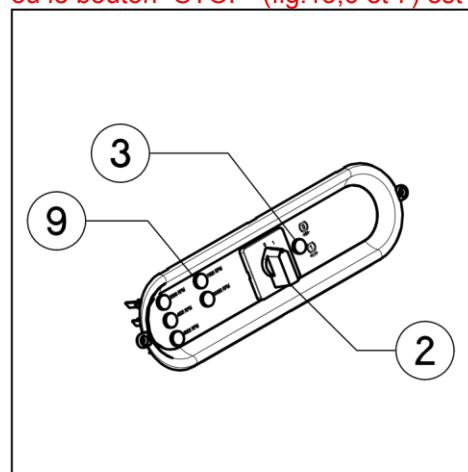
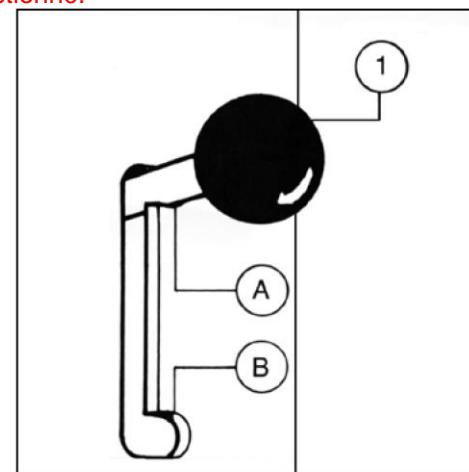
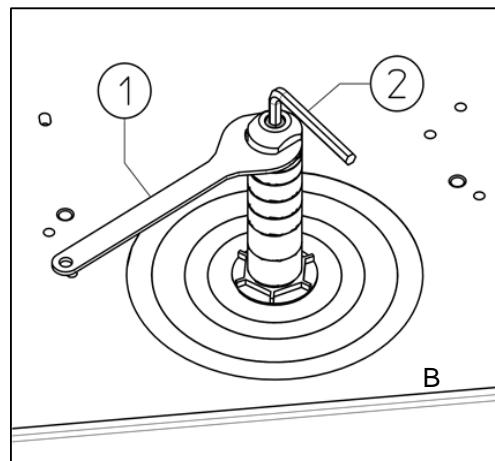

Fig.15
Fig.16
Fig.28
Il est également impossible de faire démarrer la machine quand le blocage de l'arbre (voir fig.16) est engagé. L'affichage des vitesses s'effectue par les voyants lumineux (fig 7.9)
- Mettre l'interrupteur de défreinage (fig.15,2) dans la position "1" afin de libérer l'arbre toupie du moteur-frein.
- Ensuite pousser la poignée (fig.16,1) vers le bas afin de l'introduire dans la gorge d'arrêt située sur la bâti (B).
- Pour remettre la machine en état de démarrage, veillez à ce que le verrou se trouve dans la position haute (fig.16,A) et que l'interrupteur de défreinage se trouve dans la position "0" (fig.15,2).
La machine est équipée d'un moteur-frein qui s'entraîne automatiquement du moment que l'arrêt d'urgence ou le bouton "STOP" (fig.15,6 et 7) est actionné.
La mise en place des arbres interchangeables doit s'effectuer en propreté et avec les plus grands soins. Il est indispensable de nettoyer les arbres et le cône avec un chiffon propre et de les huiler légèrement avant de les mettre en place. Le changement se fait de manière suivante : afin de pouvoir tourner l'arbre à la main pour le faire enclencher dans le verrou de l'arbre, mettre l'interrupteur 2 (fig.15) dans la position "1" et mettre la poignée (1) (fig.28) dans la position "B", ensuite tourner l'arbre à la main pour le faire enclencher dans son verrou.
Il est indispensable d'attendre l'arrêt complet de l'arbre porte-outils avant d'enclencher le levier de verrouillage (fig. 28). Dans la position A l'arbre est libre, dans la position B l'arbre est verrouillé.
Avant de démarrer la machine, mettre l'interrupteur de défreinage (2) (fig.15) dans la position "0", mettre la poignée (fig.16,1) dans la position "A" et s'assurer que l'arbre tourne librement.
- En plus, il y a un interrupteur de position pour la détection de la vitesse limitée à 3000 RPM lors du tenonnage, qui se trouve sur la fourchette d'affichage des vitesses (fig.28).
- Dans le cas où aucun des 2 protecteurs (guide et travail à l'arbre) est mis sur la table, donc pour faire des travaux de tenonnage, il est indispensable de mettre la courroie dans la gorge correspondante à la vitesse de 3000 RPM, et de mettre le levier (fig.28,2) sur la position 3000 RPM pour pouvoir démarrer la machine.